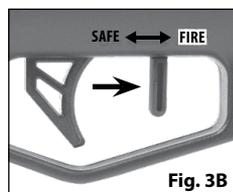

Fig. 3B
2. Aftrækkersikringen er i affyringsposition og "OFF SAFE", når aftrækkersikringen er i positionen "FIRE" og ikke kan komme længere fremad. (Fig. 3B).